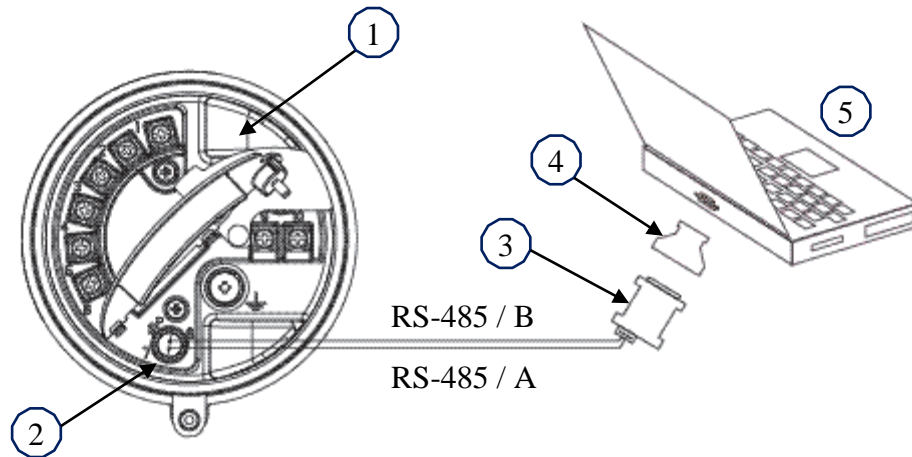
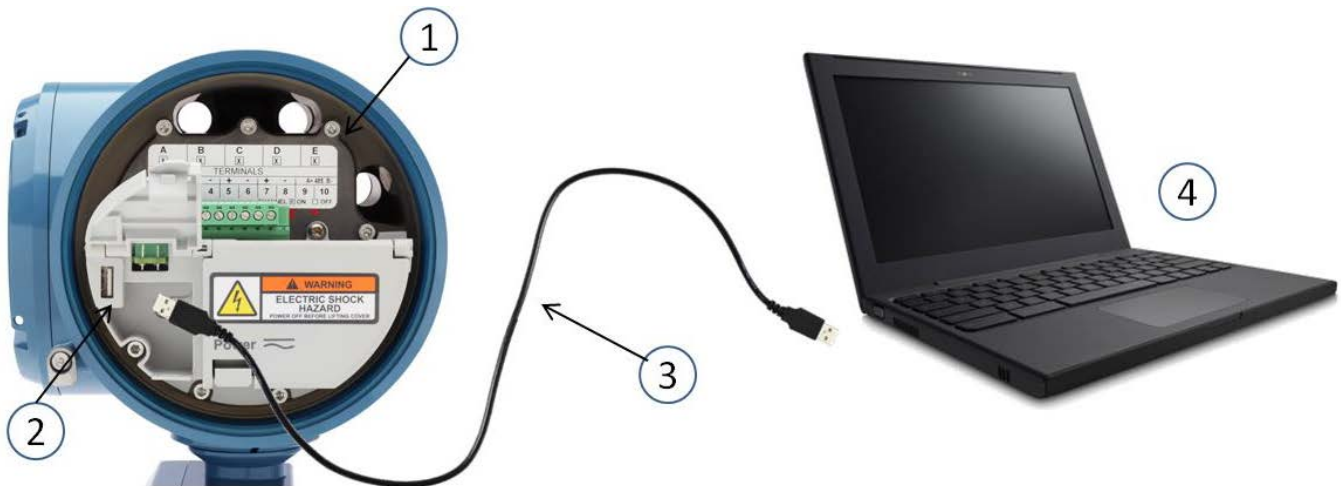

Figure 2. Accessing transmitter 2700 parameters using ProLink software: |
Figure 3. Accessing transmitter 5700 parameters using ProLink software: |
1) ProLink: First the end-cap on the terminal compartment is removed (Figure 2 and Figure 3). Then for the **2700 transmitter**, the plastic safety cover is opened to access terminals 7 and 8. A personal computer with ProLink software is connected to terminals 7 and 8.
1) ProLink : Enlevez le couvercle d'embout du compartiment de câblage (Figure 2 et Figure 3). Pour le **transmetteur 2700**, il faut ouvrir le couvercle du port de service pour accéder aux ports 7 et 8. Un ordinateur personnel équipé du logiciel « ProLink » est branché aux ports 7 et 8.